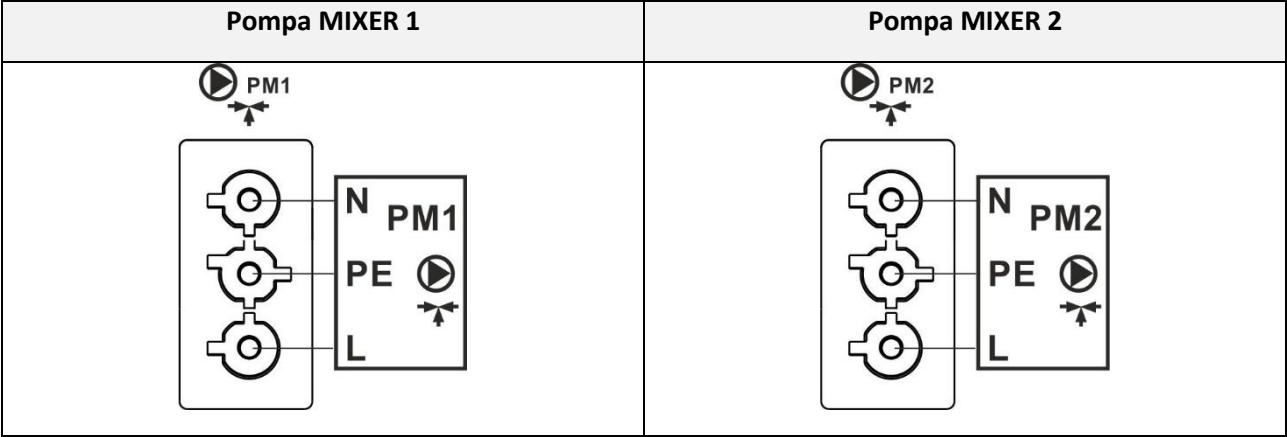

Figura 22. Schema elettrico del collegamento delle pompe MIXER
- Collegare la pompa del MIXER al regolatore tramite il connettore situato sulla parte superiore del quadro (vedi figura 22), secondo la documentazione tecnica del produttore della pompa.